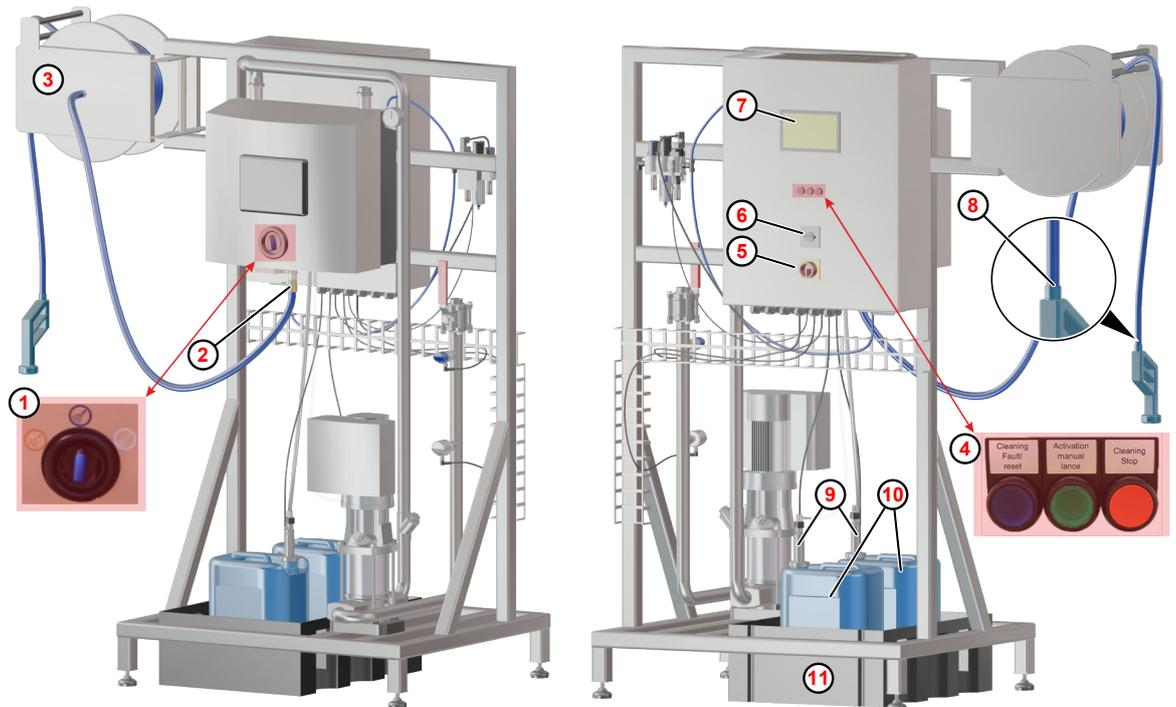

Abb. 42: BFH Foamatic mit Schlauchtrommel
1. ▶ Am Bedienpanel, siehe Abb. 42  das Untermenü „*Programm- und Bereichsauswahl*“ öffnen und das Reinigungsprogramm und den Reinigungsbereich auswählen.